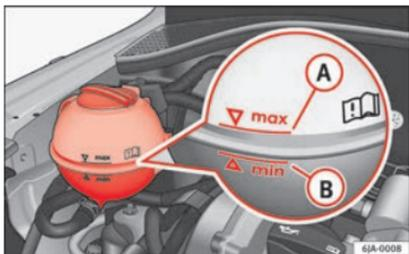

Fig. 208 Vano motore: serbatoio del liquido di raffreddamento.
- Controllare il livello del liquido di raffreddamento nell'apposito serbatoio » **fig. 208**. A motore freddo, il livello del liquido di raffreddamento deve trovarsi tra -B (min.)- e **A** (max.). A motore caldo, il livello può anche superare leggermente la tacca **A** (max.).
- Porre un panno sullo sportellino del serbatoio di compensazione del liquido di raffreddamento » **fig. 208** e svitare il tappo facendo **attenzione**.
Non riempire il serbatoio del liquido di raffreddamento oltre la tacca **A** (max.) » **fig. 208!** Il liquido di raffreddamento in eccesso, al riscaldarsi, viene espulso dall'impianto di raffreddamento attraverso la valvola di sovrappressione collocata sul tappo di chiusura del serbatoio di compensazione del liquido di raffreddamento.